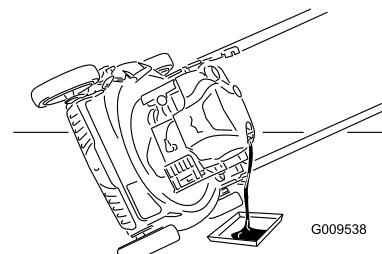

Рисунок 18
- Для слива отработанного масла через маслозаливной патрубок переверните газонокосилку набок воздушным фильтром вверх (Рисунок 18).